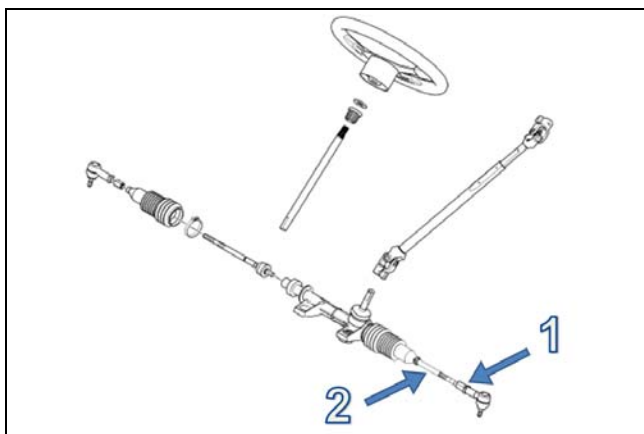

Abbildung 17
Um Justierungen am UTV vorzunehmen, lösen Sie zuerst Mutter (1) der Koppelstange (2) des Lenksystems des Fahrzeugs, schrauben Sie die Koppelstange eine gleiche Anzahl an Umdrehungen auf beiden Seiten des Fahrzeugs fest oder los. Siehe Abbildung 17.
*HINWEIS: Beim Losschrauben von Mutter (1) von jeder Koppelstange (2) des Lenksystems des Fahrzeugs, bedenken Sie, dass bestimmte Muttern ein gegenläufiges Gewinde haben. Achten Sie darauf, die Mutter in der korrekten Drehrichtung zu lösen.*